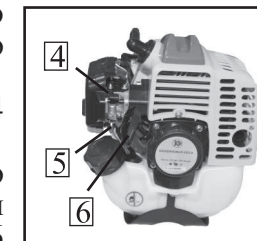

рис.8
б) 5-7 раз нажмите на кнопку насоса ручной подкачки топлива 5 (рис.8). Если топливо не заполнило колпачок, надавите на кнопку насоса ещё несколько раз;
в) Переведите рычаг воздушной заслонки 4 (рис.8) вверх в положение “Полностью закрыта”;
г) Несколько раз (обычно 2-3) сначала плавно (выбирая свободный ход шнура стартера), а затем энергично потяните шнур стартера за рукоятку 6 (рис.8) до тех пор, пока не убедитесь, что двигатель запустился;
е) Переведите рычаг воздушной заслонки 4 (рис.8) вниз в положение “Полностью открыта”.
7.1.3 Запуск “горячего двигателя”. При запуске прогретого двигателя нет необходимости полностью закрывать воздушную заслонку. Перед запуском прогретого двигателя установите рычаг воздушной заслонки 4 (рис.8) в положение “Частично закрыта” - среднее положение между “Полностью закрыта” и “Полностью открыта”. Далее запускайте двигатель как указано в п.7.1.2 (г-е).
7.2.1 Отпустите рычаг управления дроссельной заслонкой 3 (рис.8).
7.2.2 Переведите выключатель зажигания 1 (рис.8) в положение “СТОП”